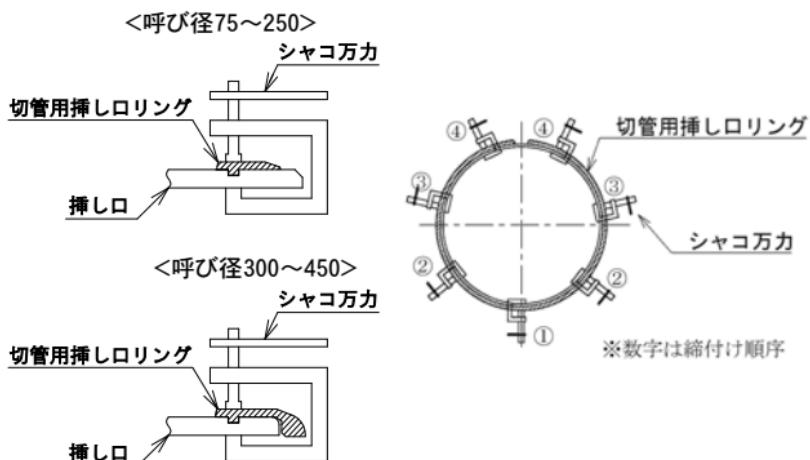

図79 切管用挿し口リングの締め付け
- ② シャコ万力を用いて、図79のように切管用挿し口リングの分割部の反対側から順次締め付ける。